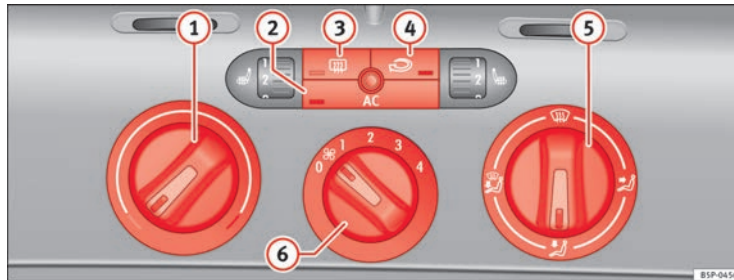

Abb. 125 In der Instrumententafel: Bedienelemente der Climatic
- Mit den Reglern ⇒ Abb. 125 ① und ⑤ und mit dem Schalter ⑥ stellen Sie die Temperatur, die Luftverteilung und die Gebläsestufe ein.
- Drücken Sie die jeweilige Taste ②, ③ oder ④, um eine Funktion ein- oder auszuschalten. Bei einer eingeschalteten Funktion leuchtet die Kontrollleuchte unten an der Taste auf.
- ① Temperaturregler ⇒ Seite 166.
- ② Taste **AC** – Klimaanlage ein-/ausschalten ⇒ Seite 166
- ③ Taste – Heckscheibenbeheizung. Etwa 20 Minuten nach dem Einschalten wird die Beheizung automatisch ausgeschaltet. Sie lässt sich vorzeitig durch Drücken der Taste ausschalten.
- ④ Taste – Umluftbetrieb ⇒ Seite 172
- ⑤ Luftverteilungsregler ⇒ Seite 166.
- ⑥ Gebläseschalter. Der Luftstrom ist in vier Stufen einstellbar. Das Gebläse sollte bei langsamer Fahrgeschwindigkeit immer auf der niedrigsten Stufe mitlaufen. ▶
- Schalten Sie die Klimaanlage mit der Taste ⇒ Abb. 125 ein.